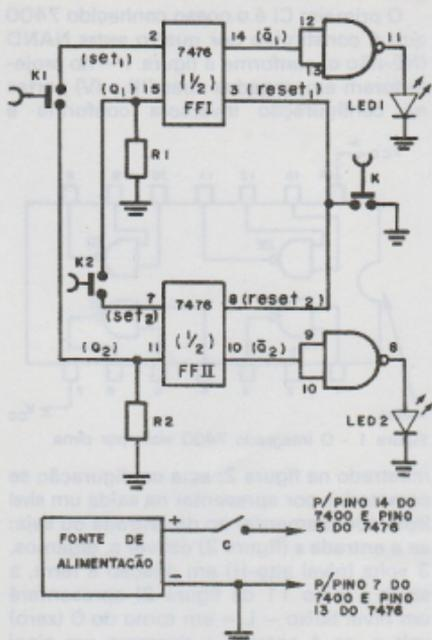
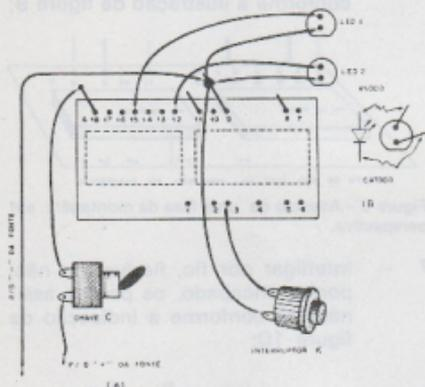

Figura 7 - Circuito completo do jogo da velocidade na versão integrada.
Figura 11
O circuito completo pode ser visto na figura 7 e a descrição de funcionamento do mesmo, é a seguinte:
- 9 — cortar 9 (nove) pedaços de fio flexível com um comprimento de aproximadamente 10 cm e soldá-los nos pontos indicados na figura 11-A. O par de fios que parte dos pontos 3 e 9 é conectado ao interruptor de resetamento (chave K da figura 7) enquanto os quatro fios destinados para os LEDs devem ser a eles ligados conforme a indicação da figura 11 — não trocar a posição dos fios de cada LED, a parte chanfrada do LED (figura 11-B) deve ser ligada à massa —